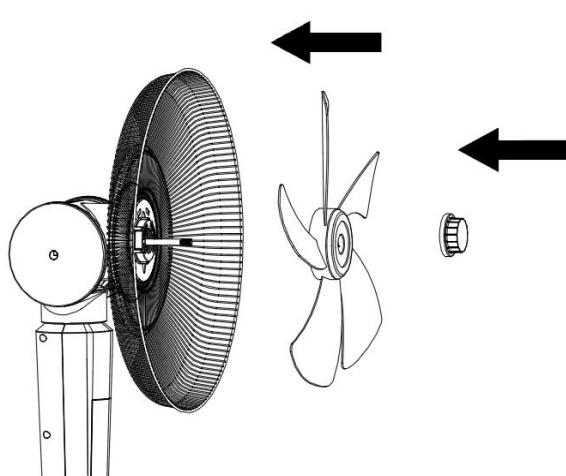

Рис. 4
- D. Встановіть лопаті вентилятора на вісь мотора. Затягніть гайку для кріплення лопатей у напрямку проти годинникової стрілки (Рис. 4).